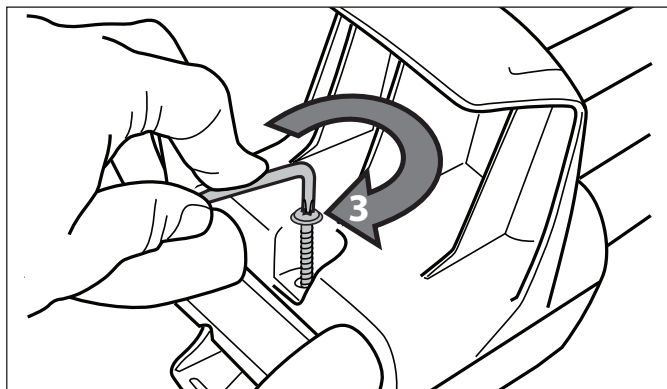

Figure 3. Installer le crochet du câble et le crochet de l'alimentation électrique
- Fixer le crochet du câble d'alimentation et le crochet d'alimentation autour des tubes en utilisant une vis et serrer à la main avec la clé Torx® (fournie avec l'appareil). Se référer à la figure 3.